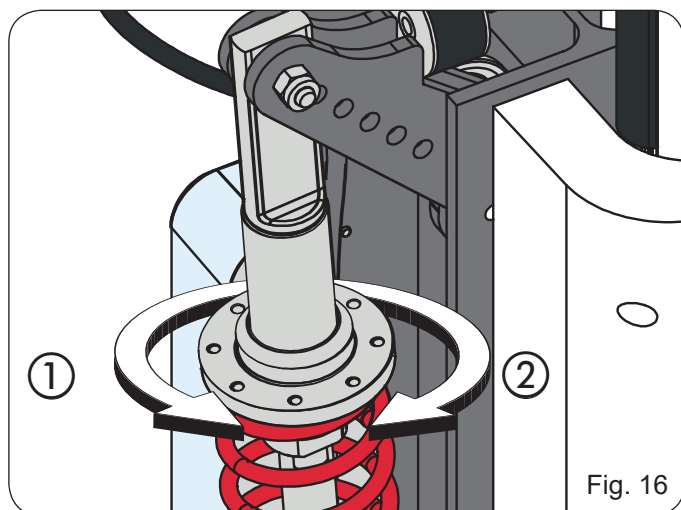

Fig. 16
- Déplacer manuellement la lisse à 45° et vérifier qu'elle reste immobile. Si la lisse a tendance à s'ouvrir, tourner l'écrou de précharge du ressort en sens inverse horaires (Fig. 16 réf. ①) ; si elle a tendance à se fermer, tourner l'écrou en sens horaire (Fig. 16 réf. ②).